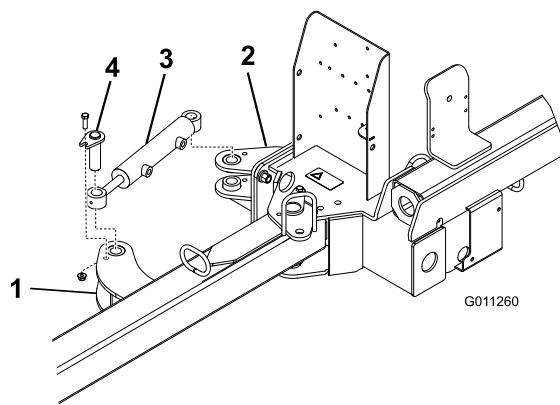

Figure 6
- Fixez chaque extrémité du vérin hydraulique à une patte de commande à l'aide d'une goupille, d'un boulon 3/8 x 1-1/4" et d'un écrou 3/8" (Figure 6). Veillez à fixer l'extrémité de la tige (extrémité active) du vérin à la patte de commande avant.